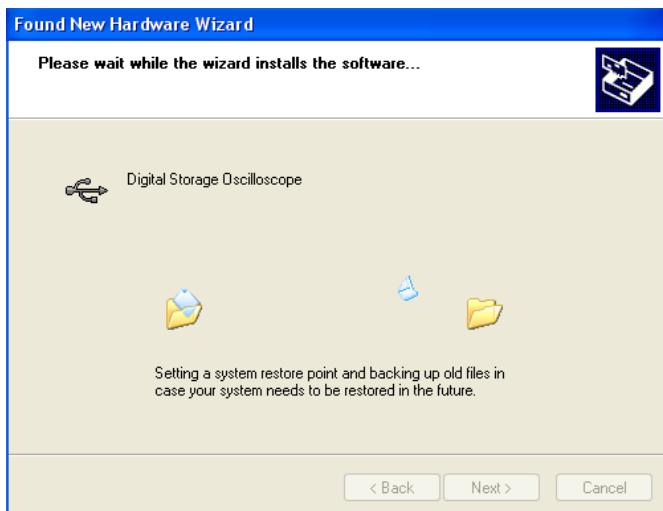

Рисунок 1-13
3. В открывшемся окне выберите автоматическую установку («automatic software installation (Recommended)» (I)) и затем щелкните мышью по кнопке [Next (N)] чтобы запустить автоматический поиск и установку драйвера (рис. 1-13).